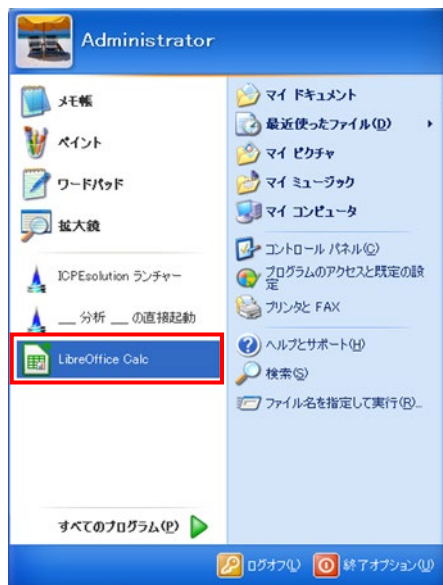

図 72
③ 左下の「スタート」より「LibreOffice Calc」をクリックします。図 72